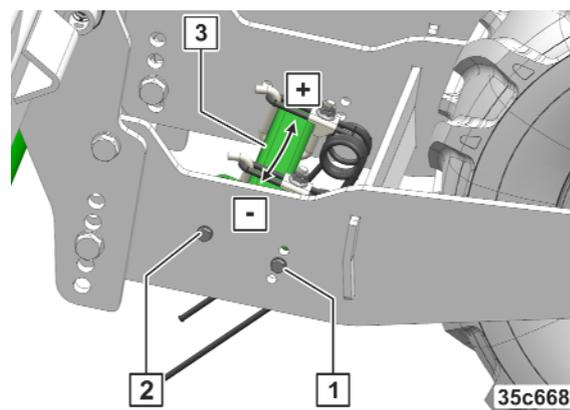

Fig. 199
1. Desserrer l'écrou (Fig. 199/2).
2. Desserrer et retirer la vis (Fig. 199/1).